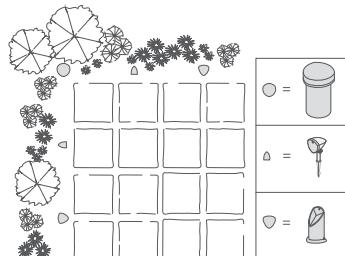

Figura 2
- Combinado con altavoces bollares de la serie BL de Definitive Technology (ver figura 2)